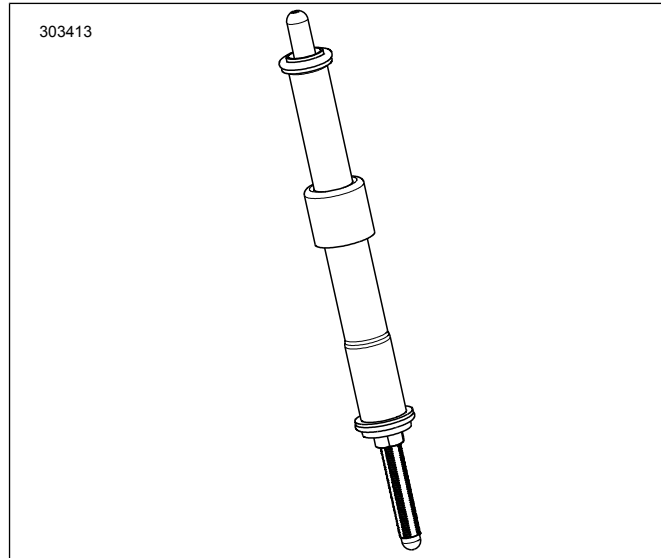

Figura 2. Vareta de compressão instalada na tampa da vareta de compressão
7. Veja a figura 2. Instale as varetas de compressão de admissão nas tampas das varetas de compressão. Substitua os anéis de vedação “o-ring”, a tampa inferior da vareta de compressão e o fixador da tampa da mola com os novos componentes fornecidos no kit. Certifique-se de que a extremidade de ajuste da vareta de compressão esteja para baixo.